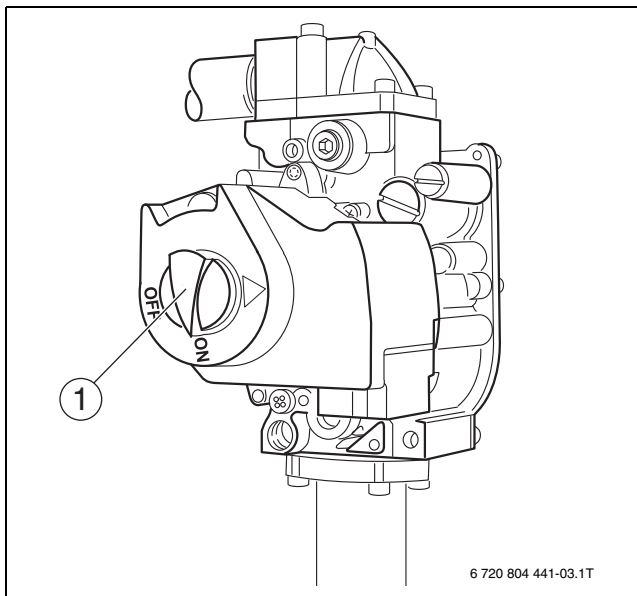

Fig. 3 Bloc gaz
- ▶ Ne jamais actionner l'interrupteur de régulation du gaz avec force (→ fig. 3).